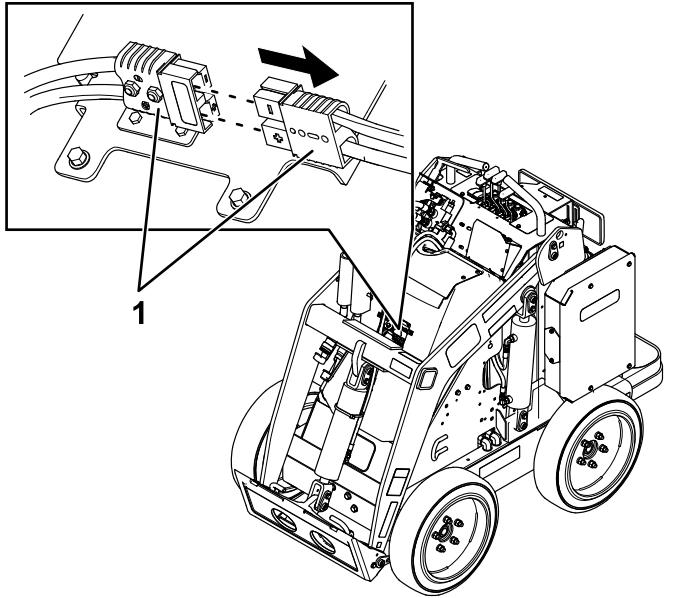

Bild 29
Bevor Sie die Maschine warten, trennen Sie die Maschine von der Stromversorgung, indem Sie die Anschlüsse zur Hauptstromversorgung trennen (Bild 29).
5. Trennen Sie die beiden Stromanschlüsse (Bild 29).